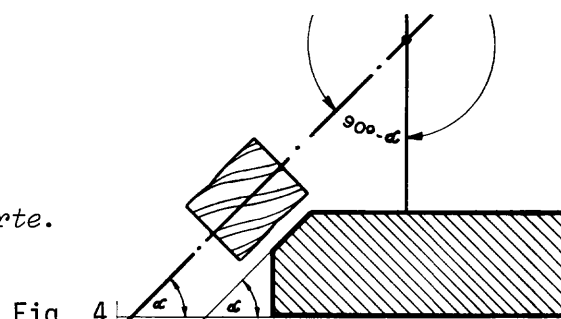

Fig. 4
- 2) Para obtener la inclinación mediante fresado tangencial, gire el cabezal universal en un ángulo que sea complementario al ángulo que se quiere conseguir en la pieza (fig. 4).